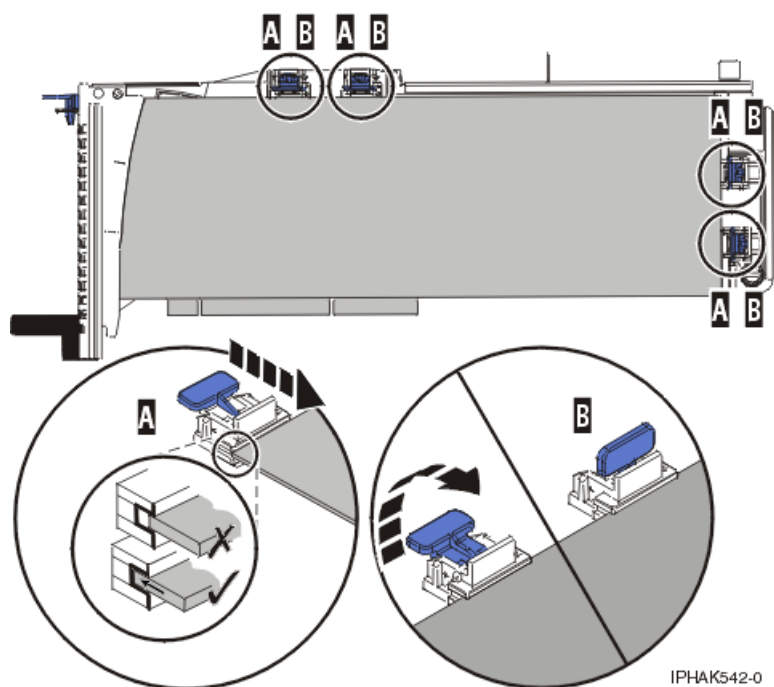

Figure 157. Carte longue dans la cassette de cartes PCI avec supports et stabilisateur en place
- 3) Placez et verrouillez les crochets de retenue **(B)**. Voir figure 157.